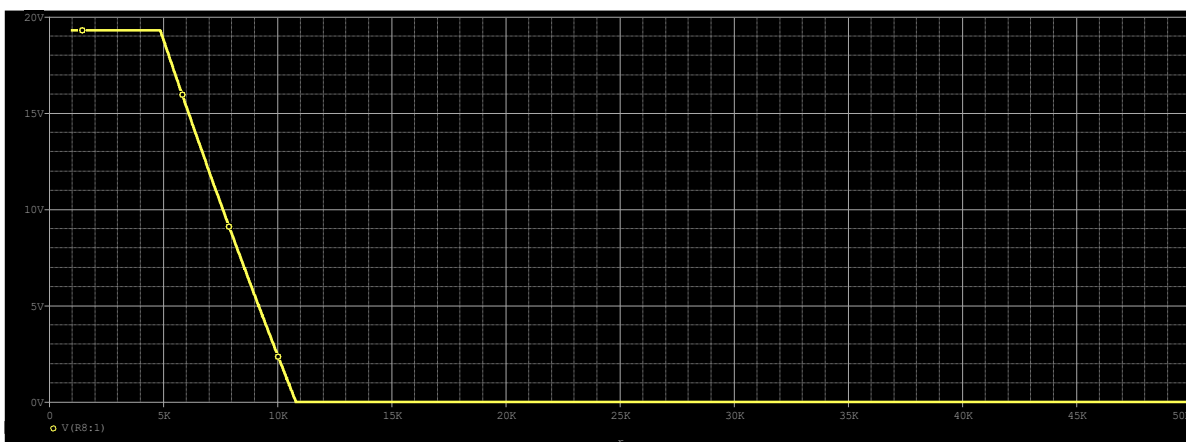
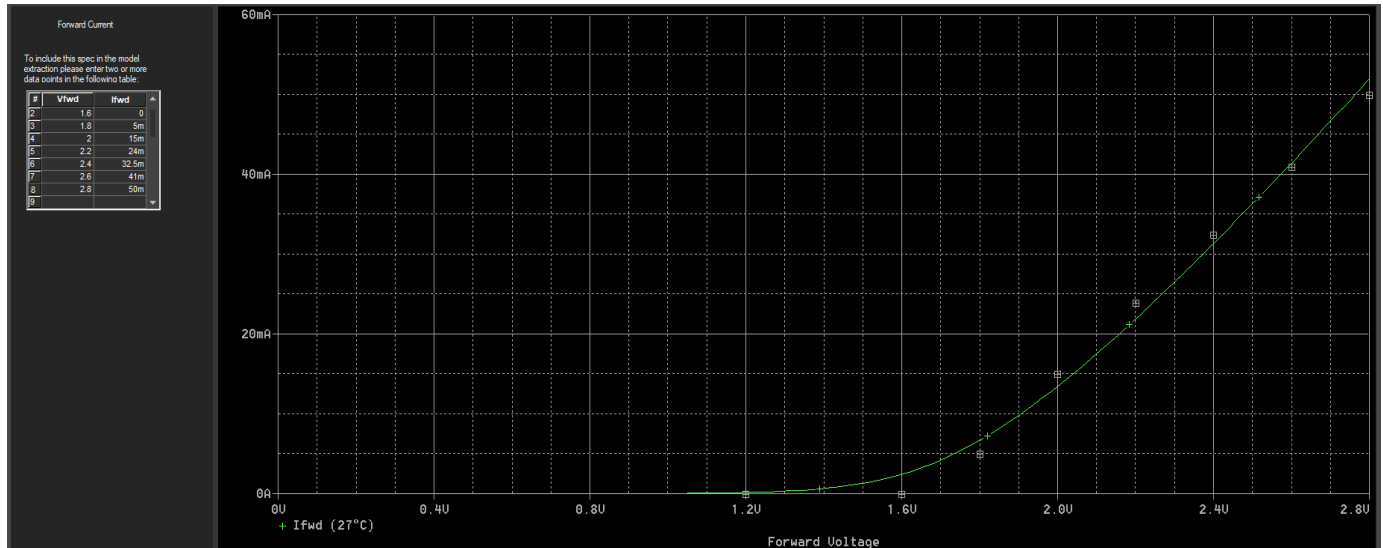

Figura 14. Graficul de histereză
Figura 20. Grafic + Tabel
- Completăm tabelul care conține V_{fwd} și I_{fwd} cu datele din graficul din Figura 14. ➡ Tools ➡ Extract Parameters ➡ Save. Graficul obținut este prezentat în Figura 20.